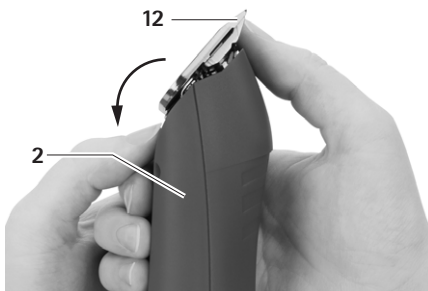

Fig. 5
- Vipp opp klippehodet **12** fremover, *gukla Fig. 5.*